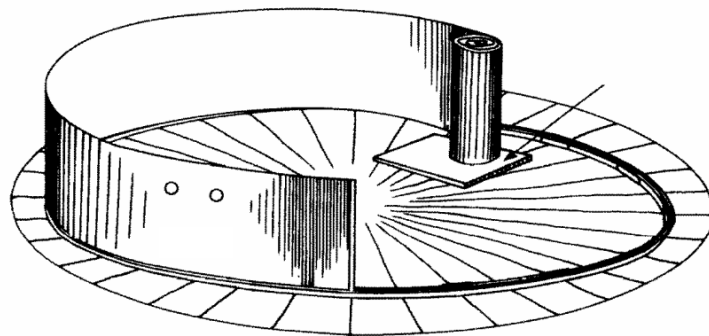

Abb. 7
- Beginnen Sie, den Stahlmantel aufzurollen (**Abb. 7**), indem Sie gleich die untere Stahlmantelkante in den Bodenschienenkreis hineinstellen. Befestigen Sie provisorisch die Handlaufschienen (Nr. 6 und 7) auf der oberen Kante, um ein Knicken des Stahlmantels zu verhindern.